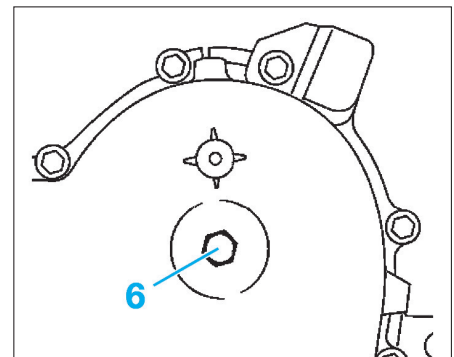

FIG. 69
- Débloquer sans la déposer, la vis (6) de fixation du pignon d'arbre à cames (Fig.69).
- Déposer la vis de fixation du pignon d'arbre à cames (Fig.69).